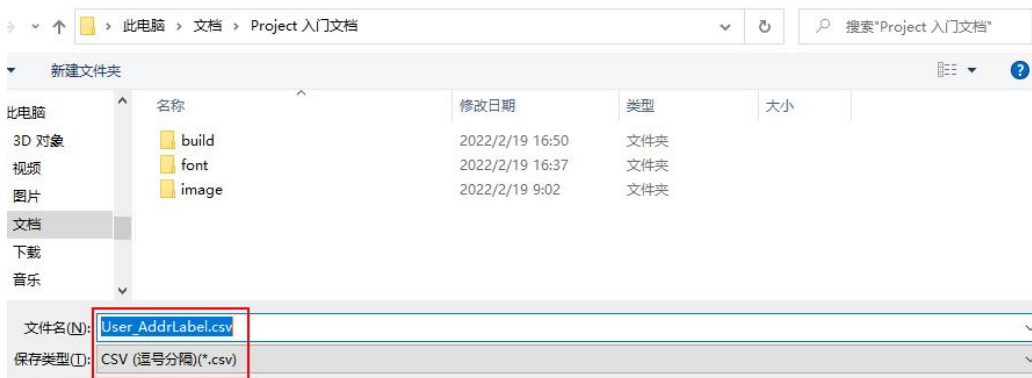

图 11-9 存储格式
2. csv、xml 存储：将表格存储为 csv（逗号分隔）或 xml 格式，如图 11-9 所示；